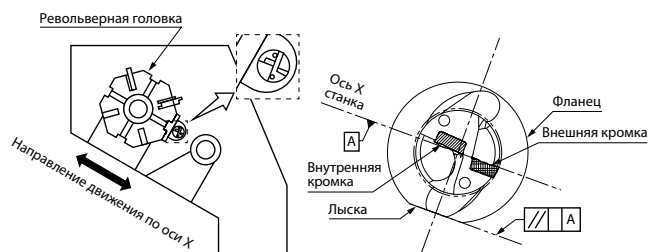
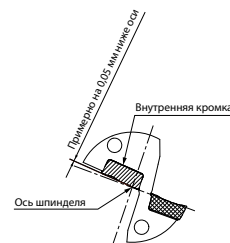

Рис. 1. Сверло, установленное на токарный станок
Рис. 5. Сверло (вид спереди)
- Совместите требуемое значение на шкале, нанесенной по краю фланца втулки, с центром заглушки канала для СОЖ сверла. (рис. 1).
2. Рекомендуется установить наружную пластину, как показано на рис. 1; при этом наружная пластина должна быть обращена к оператору (рис. 1). Также можно использовать сверло, повернув на 180°
При установке внутренней пластины, как показано на рис. 1, она будет располагаться на 0,05 мм ниже центра шпинделя (рис. 5).